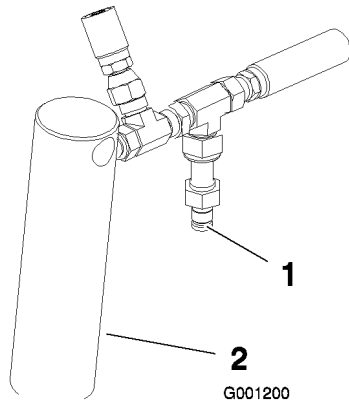

Figure 12
3. Raccordez un manomètre à la prise d'essai derrière le vérin de relevage droit (Figure 12).